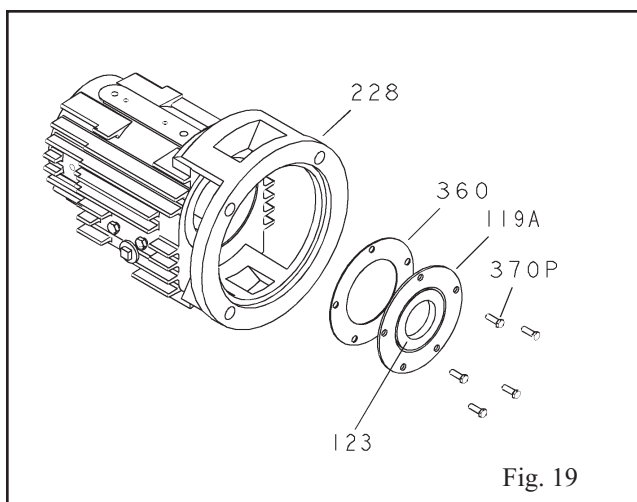
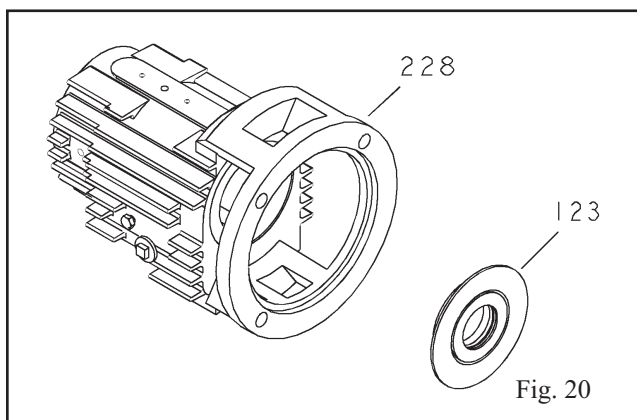

Fig. 19
Fig. 20
10. Desaperte e remova os parafusos da tampa da extremidade do mancal radial/estrutura do mancal (370P) (Fig. 19). Omita esta etapa nas bombas SA. O selo de óleo INPRO radial (123) é pressionado no local e selado com um anel (Fig. 20).
11. Remova a tampa da extremidade do mancal radial (119A)/ INPRO radial (123) com gaxeta (360) ou INPRO radial (123) (somente bomba SA) a partir da estrutura do mancal (228), batendo na estrutura.